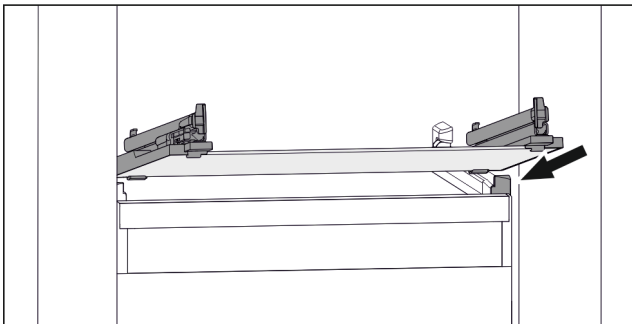

Fig. 154 Beispielhafte Darstellung der Glasplatte
- ▶ Glasplatte schräg hinter den Stopperrahmen aufsetzen. (siehe Fig. 154)